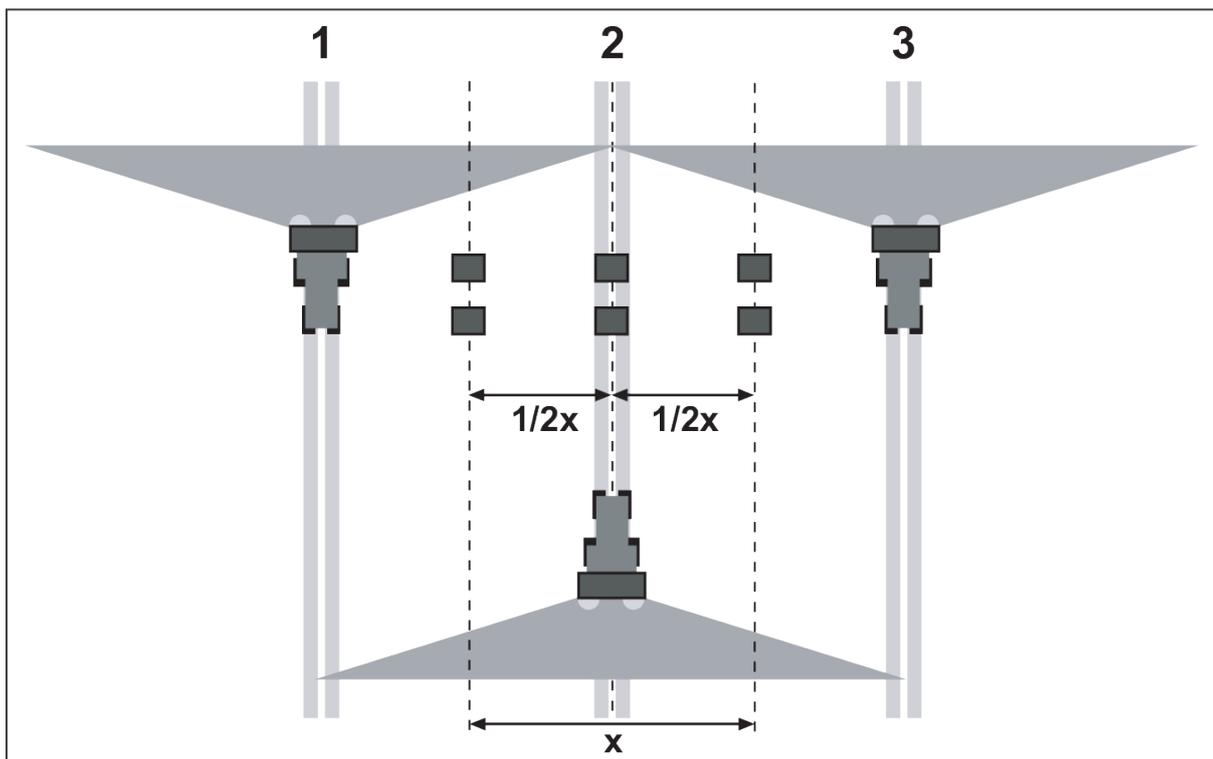

Abb. 52: Aufstellung für drei Überfahrten
- ▶ Je zwei Auffangschalen im Abstand von **1 m** hintereinander in den Überlappungszonen (zwischen den Fahrgassen) und in der mittlere Fahrspur aufstellen (entsprechend Abb. 52)